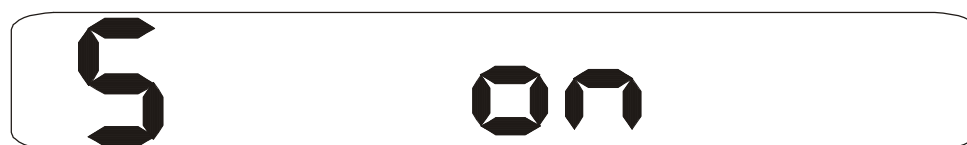

Рис.34. Вид индикатора, когда звуковая сигнализация включена.
**6.3.9. Режим включения/выключения звуковой сигнализации.** Для входа в этот режим необходимо нажать кнопку “Режим” семь раз. На индикаторе появится следующее изображение (Рис. 34):